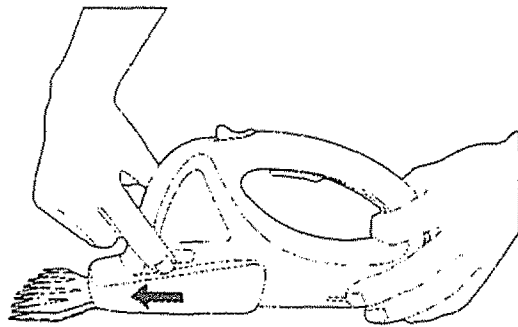

Figura 2.
7. Asegúrese de mantener las manos alejadas del gatillo y del interruptor de seguridad para evitar que la herramienta sea encendida (ON) accidentalmente. Mantenga las manos alejadas de los bordes afilados de las cuchillas.
9. Sujete la parte trasera del mango con una mano, mientras sujeta los botones negros de liberación (en cada costado de la unidad) con el pulgar y el dedo índice de la otra mano. Ver Figura 2.
10. Presione y jale los botones de liberación hacia ADELANTE, levante la herramienta para retirar la cuchilla y la caja de velocidades. Ver Figura 2.